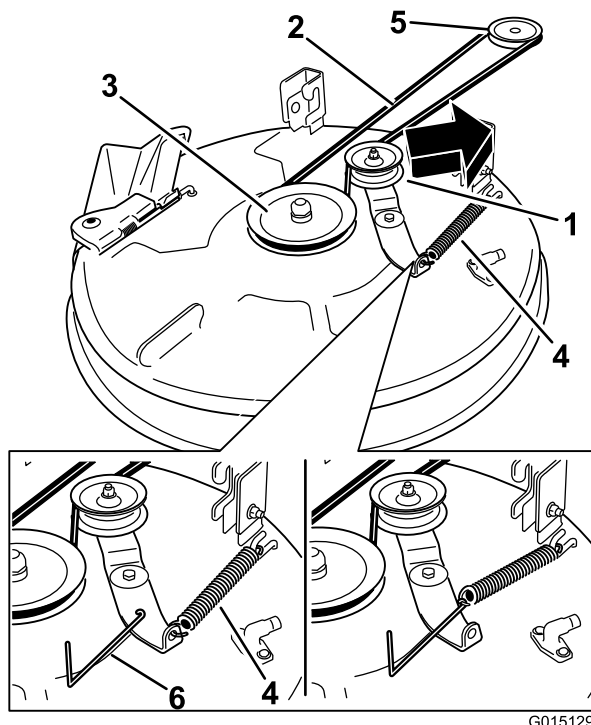

Bild 58
4. Entfernen Sie die Spannscheibenfeder mit einem Werkzeug zur Federentfernung (Toro Bestellnummer 92-5771) vom Mähwerkhaken, um die Spannung von der Spannscheibe zu nehmen, und rollen Sie den Riemen von den Spannscheiben (Bild 58).
5. Legen Sie den neuen Riemen um die Motor- und Mähwerkspannscheiben (Bild 58).
6. Setzen Sie die Spannscheibenfeder mit einem Werkzeug zur Federentfernung (Toro Bestellnummer 92-5771) auf den Mähwerkhaken, um die Spannscheibe und den Mähwerkriemen zu spannen (Bild 58).